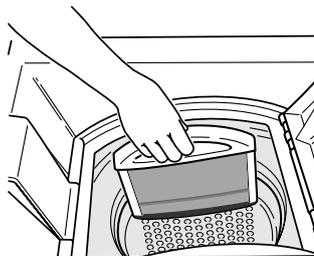

Fig. 12
- tire o filtro do seu compartimento puxando de baixo para cima (Fig. 12).